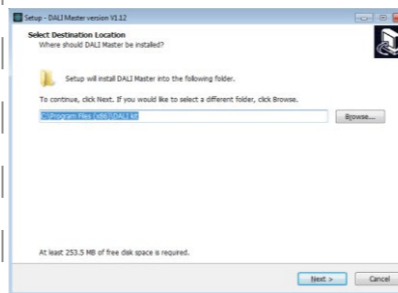

Figura 3 Caminho de instalação
**Passo 3:** Selecione o caminho de instalação, conforme mostrado na Figura 3.
**Pașul 3:** Selectați calea de instalare așa cum se arată în Figura 3.